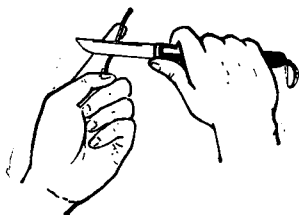

图 1-1
(1) 电工刀不绝缘。带电作业时使用电工刀，工作人员必须站在绝缘物上或穿绝缘鞋。
(2) 不要用刀尖硬撬木料，防止崩断刀尖。
(3) 不要把电工刀当作劈柴刀用，更不能用重物或克丝钳砸电工刀的刀背，否则会造成刀身断裂。
(4) 用电工刀剥导线绝缘皮的方法是：一只手握紧导线，食指托在导线的下方，另一只手持刀去削绝缘皮，如图1-1所示。持刀的手在削导线绝缘皮时用力要均匀，切勿损伤导线的金属线体。
(5) 电工刀使用完毕，应将刀身折回鞘中。